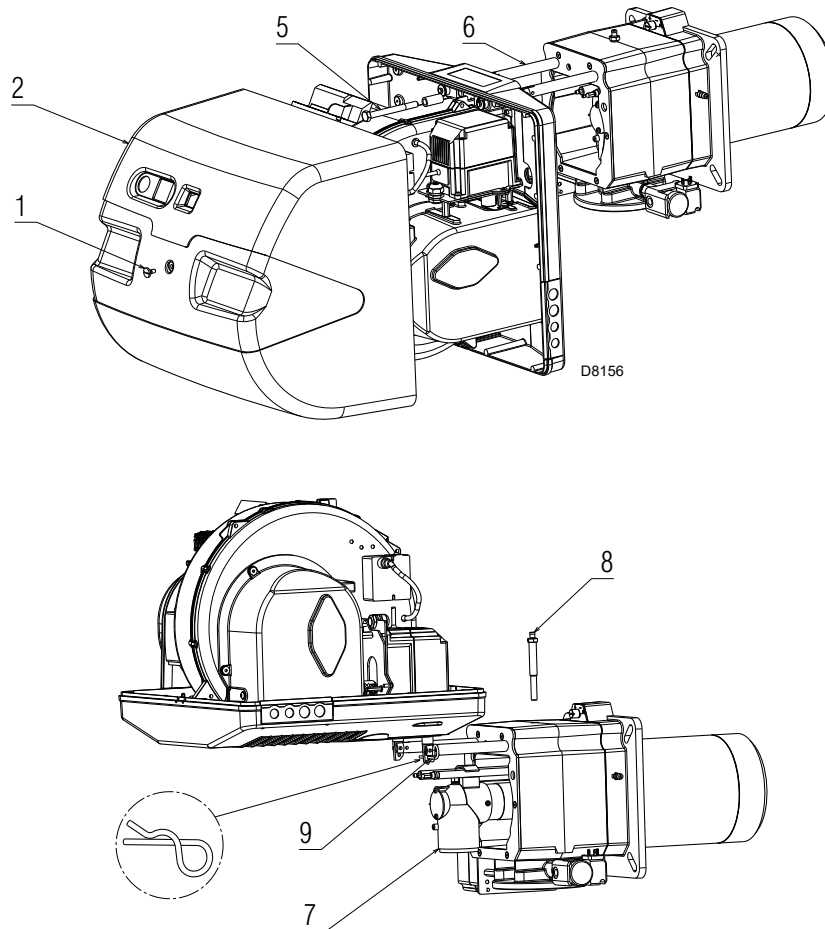

Abb. 38
Prüfen Sie, dass die Gasaustrittsöffnungen für die Zündphase im Verteiler des Flammkopfes von Verschmutzungen oder Rostablagerungen frei sind. Im Zweifelsfalle die Krümmung (Abb. 38 auf Seite 51) ausbauen.
- Die Schrauben 1)(Abb. 38) lockern und die Haube 2) abnehmen.
- Die Schraube 5)(Abb. 38) und den Splint 9) entfernen und den Brenner auf den Führungen 3) um etwa 100 mm zurückschieben.
- Ihn wie in der Abb. 38 drehen und in die Bohrung einer der beiden Führungen den Splint 9) einfügen, so dass der Brenner in dieser Position bleibt.
- Den Splint 9)(Abb. 38) entfernen und den Brenner bis auf etwa 100 mm von der Muffe wegschieben.
- Die Schraube 5)(Abb. 38) und den Splint 9) wieder einsetzen und die Sonden- und Elektrodenkabel vorsichtig nach außen ziehen, bis sie leicht gespannt sind.